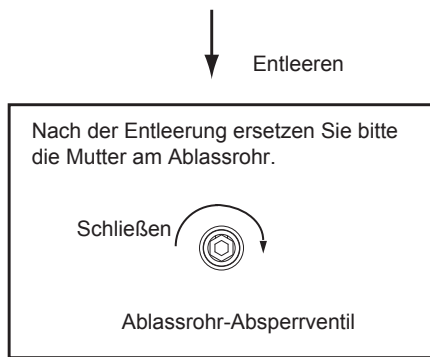

Abb. 4-2
- Entleeren: Wenn die Einheit gereinigt oder bewegt werden muss, muss der Boiler entleert werden. Methode: Siehe *Abb. 4-2*: